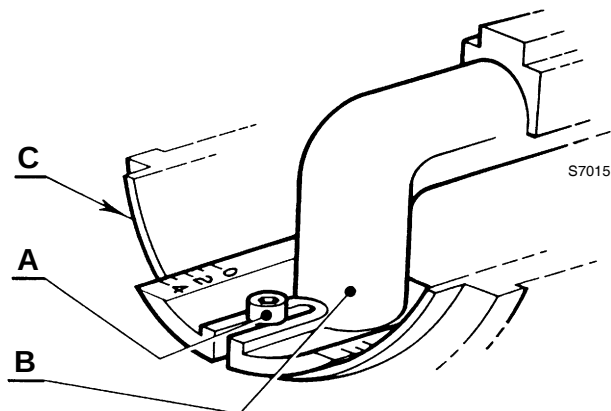

图 11
- 拧松螺丝 A) (图 11)，移动弯头 B) 使之与连接器 (C) 的端面对齐到设定的刻度。